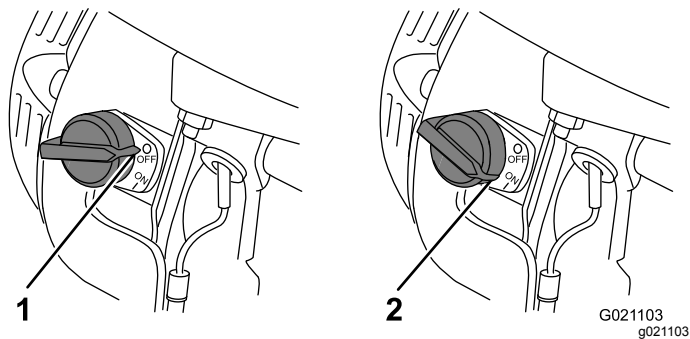

Figure 28
5. Placez la commande du moteur en position MARCHÉ (Figure 28).